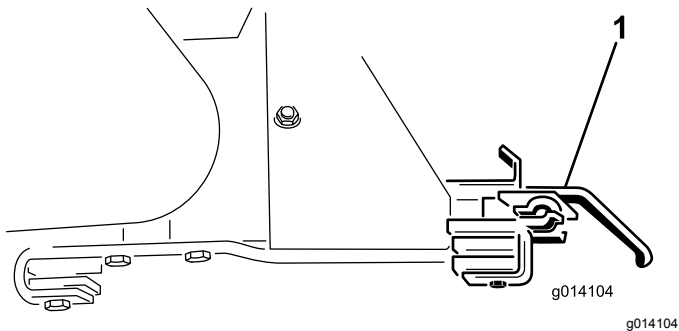

Figura 58
- Retire los 2 soportes del accesorio (Figura 58).